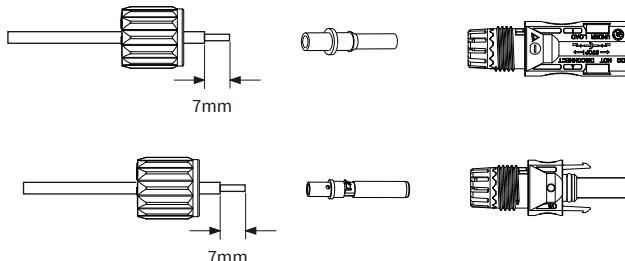

Figura 3.3 Desmontagem da porca de capa do conector
- Retire o fio CC de cerca de 7 mm e desmonte a porca de capa do conector (veja a figura 3.3).